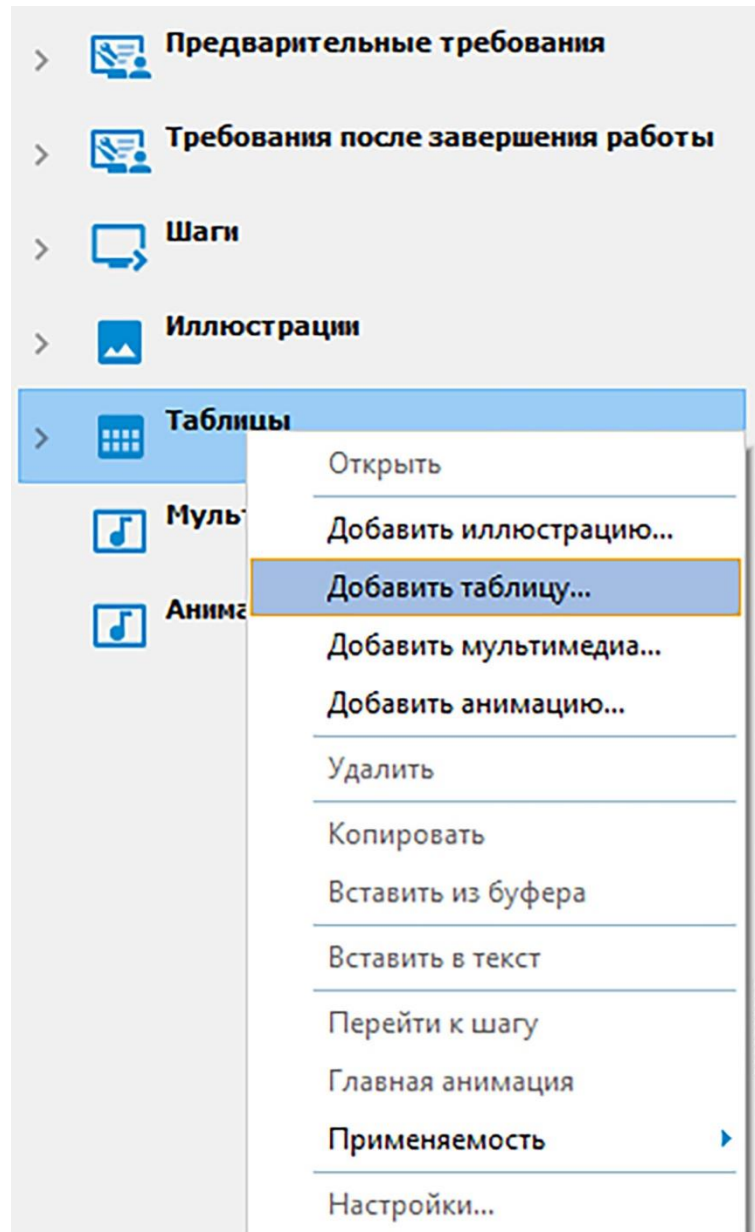

Рисунок 587
1) Установите курсор в место вставки таблицы и в контекстном меню раздела **Таблицы** выберите команду **Добавить таблицу** (рисунок 587) или на панели